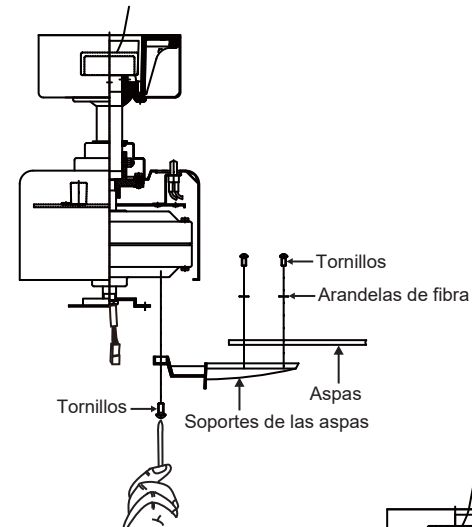

Fig. 16
**Paso 1.** Acople un aspa al soporte del aspa utilizando los tornillos y las arandelas de fibra proporcionados. (Fig. 16)
**Paso 2.** Acople cada ensamblaje del aspa al motor utilizando los tornillos de montaje "preinstalados" en el soporte del aspa. (Fig. 16)